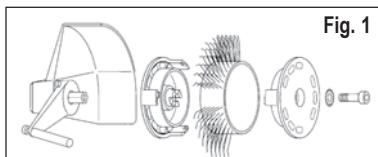
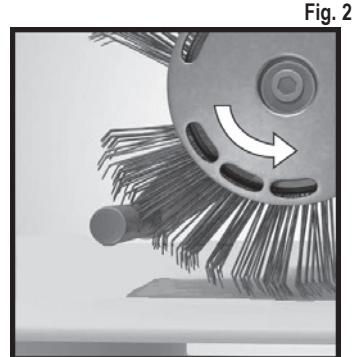

Fig. 1
Fig. 2
1. Couper l'alimentation en courant, puis fixer la bande **MBX®** Bristle Blaster® de 23 mm de manière appropriée sur l'outil avec le système adaptateur correspondant (attention au sens de rotation) et la rondelle et la vis prévues à cet effet. Cf. fig. 1 et fig. 2
Utilisez-vous une bande **MBX®** tournant dans le mauvais sens ? – Alignez la bande à brosse de manière à ce qu'elle tourne dans le sens prescrit (cf. chapitre 5, Mise en service, fig. 2).